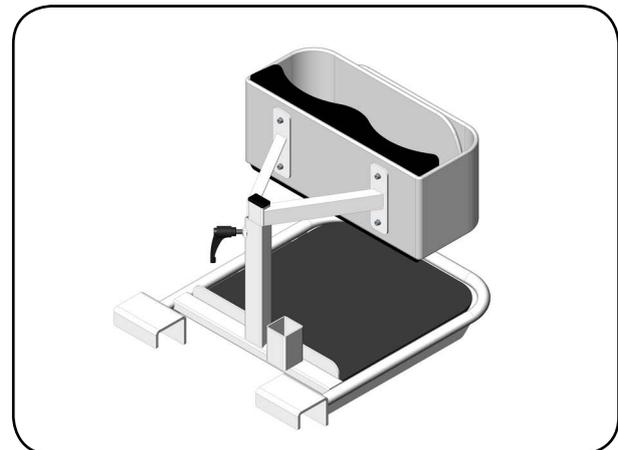

Abb. 6.3.03 - montierter aks-Wadengurt
3. Der aks-Wadengurt ist einsatzbereit. (Abbildung 6.3.03).